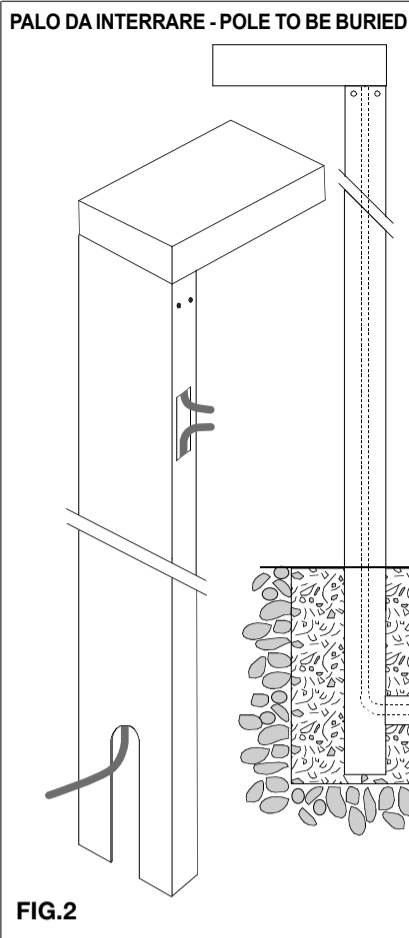

FIG.2
- Preparare plinto di fondazione. FIG.2
- Prima di interrare e/o cementare il palo creare nella zona di alloggiamento, uno strato di ghiaia sufficiente a garantire l'eventuale deflusso dell'acqua. FIG.2
- Introdurre nell'apposita cava del palo il tubo corrugato. FIG.2
- Prepare foundation plinth. FIG.2
- Before burying and/or cementing the pole, create in the area of housing, a layer of gravel sufficient to ensure water drainage. FIG.2
- Insert the corrugated pipe into the appropriate groove in the pile. FIG.2
- Préparez le socle de fondation. FIG.2
- Avant d'enterrer et/ou de cimenter le poteau, créez une couche suffisante de gravier dans la zone d'enfouissement pour assurer le drainage de l'eau. FIG.2
- Insérez le tuyau ondulé dans la rainure du poteau. FIG.2